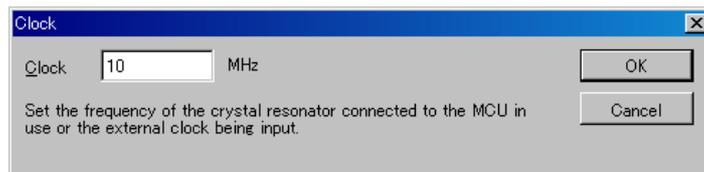

图 3.47 [Clock] 对话框
14. 在使用内置闪存的器件时，打开图3.47的[Clock]对话框。必须在[Clock]对话框中设定已连接到对象单片机（MCU）的晶体谐振器频率或者输入的外部时钟频率。